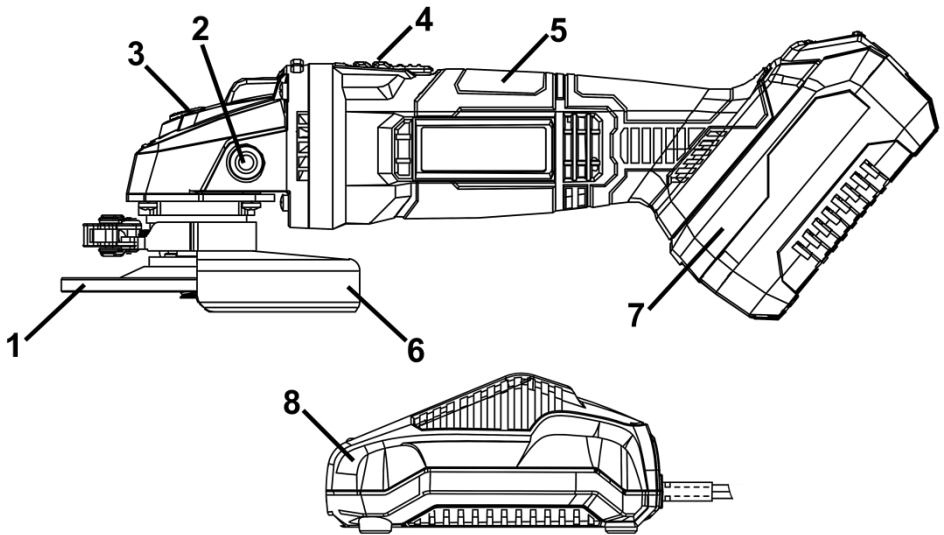

Рисунок 1
2.2.1 Конструкція виробу складається з кінцевого одноступеневого редуктора в металевому корпусі, на шпindel якого встановлюється абразивний диск, пластикового корпусу (5) з колекторним двигуном постійного струму, перемикачем (4) згідно з рис.1. На металевому корпусі редуктора виконані нарізні монтажні отвори для встановлення передньої рукоятки (2) та захисний кожух з системою швидкої фіксації (6) та можливістю фіксованого позиціонування по колу. Для фіксації шпинделя під час зміни дисків в корпусі редуктора передбачений кнопковий фіксатор (3). Корпус виконує функцію основної рукоятки і має контактне гніздо до якого приєднується швидкозмінна акумуляторна батарея (7) з фіксацією. Зарядний пристрій (8) дозволяє заряджати акумуляторну батарею від побутової мережі змінного струму 220 В, 50 Гц.